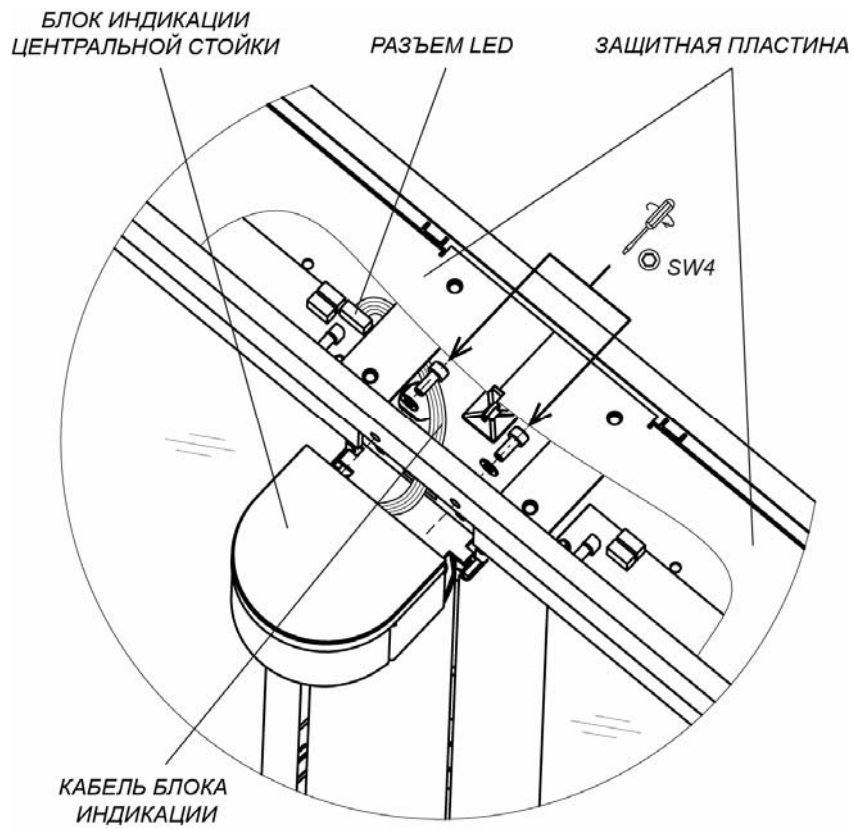

Рисунок 21. Монтаж блока индикации центральной стойки
Для установки блока индикации центральной стойки (3) (см. рис. 21):
3. Установите блок индикации на площадку, расположенную над поворотной опорой створки, и при помощи шестигранного ключа SW4 зафиксируйте его на верхнем коробе стойки (12), используя два винта M5×16 с шайбами из комплекта поставки.
Снятие блока индикации центральной стойки производится в обратном порядке. Перед этим необходимо демонтировать с секции турникета крышку стеклянную (10) (см. разд. 8.9.6, рис. 21, 22).